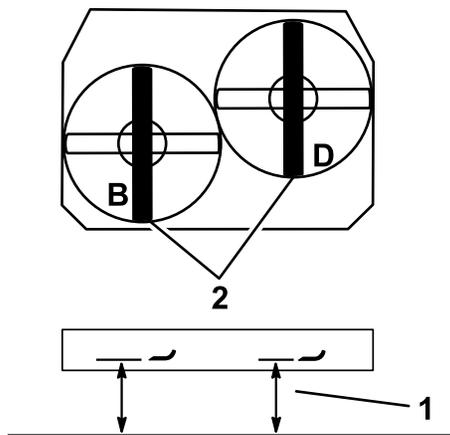

Figura 81
2. Meça a lâmina esquerda no local **B**, numa superfície nivelada à extremidade de corte da ponta da lâmina e registre esta medição (Figura 81).
3. Meça a lâmina direita no local **D**, numa superfície nivelada à extremidade de corte da ponta da lâmina e registre esta medição (Figura 81).
**Nota:** A medição na posição **B** tem de estar até 3 mm da medição na posição **D** (Figura 81). Caso isto não esteja correto, avance para os passos abaixo.